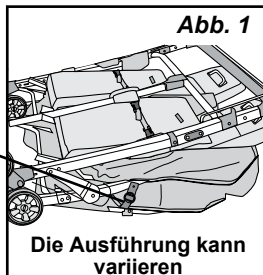
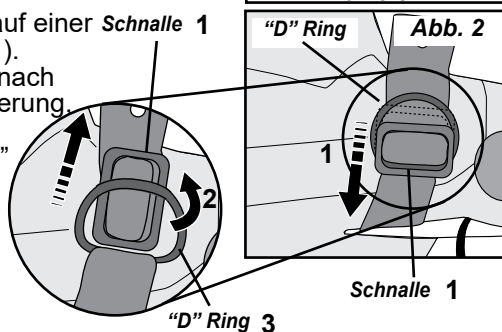

Abb. 1
Abb. 2
1. Richten Sie die Öffnung in der Stange der Hinterachse des Hinterrads mit Achse (B) auf die Öffnungen des Verbindungsgestänges der Hinterachsen (C) aus. Schieben Sie das Hinterrad mit Achse B in das Verbindungsgestänge der Hinterachsen (C) (Abb. 1).
2. Deslice la rueda trasera con el eje (B) hacia dentro hasta que el agujero en la varilla del eje
3. Inserte el tornillo M6 x 34 mm (H) a través del conjunto del tubo del eje trasero (C) y la barra de eje trasero hasta que el tornillo salga por la parte inferior del conjunto del tubo del eje trasero (C) (Fig. 2).
1. Richten Sie die Drehachse des Kinderwagenrahmens auf die Öffnung im Rad aus. Der Feststellhebel des Rads sollte nach oben gerichtet sein. Schieben Sie das Rad auf die Drehachse, bis die Knöpfe mit einem hörbaren und spürbaren Klicken fest eingerastet sind (Abb. 1).
1. Schieben Sie die Armstange . mit dem Pfeil auf der Armstange (E) nach oben Klemme (1) zwischen Stoffsitzeitenbezug und Vorderbein.
2. Schieben Sie die Armstangenklemme (1) auf das Vorderbein und richten Sie die Loch in der Klemme mit dem Bolzen (2) am Arm, an beiden Seiten des Kinderwagens (Abb. 2)
2. Befestigen Sie die Hauptstange des Verdecks (lange Stange), indem Sie das Ende der Hauptstange des Verdecks in den Schlitz der Verdeckhalterung drücken, die sich außen am Griff in der Nähe der Seitenlehne befindet (Abb. 1).
3. Befestigen Sie die hintere Verdeckstange (kurze Stange), indem Sie das Ende der Verdeckstange in den Schlitz der Verdeckhalterung drücken, die sich außen am Griff in der Nähe der Oberseite des Rücksitzes befindet (Abb. 2). Wiederholen Sie die Schritte 2 und 3 zum Befestigen der Verdeckstangen auf der anderen Seite des Kinderwagens.
1. Lösen Sie die Seiten des Verdecks vom Griff des Kinderwagens, indem Sie die Stoff-Klettverschlüsse auseinander ziehen (1) (Abb. 1).
2. Ziehen Sie den hinteren Teil des Verdecks nach oben und aus der Öffnung zwischen dem Griff des Kinderwagens und der Griffhalterung heraus (2).
4. Entfernen Sie die Schrauben, die Halterung und den Verdeckriemen vom Griff (Abb. 2).
Siehe Abbildung 1.
1. Legen Sie den Kinderwagen mit den Vorderrädern und Fußstützen nach unten auf den Boden (Abb. 1).
3. Machen Sie die Sicherheitsarretierung auf einer **Schnalle 1** Seite des Kinderwagens ausfindig (Abb. 1). Drücken Sie den Griff des Kinderwagens nach unten und öffnen Sie die Sicherheitsarretierung, indem Sie die Schnalle nach oben ziehen (1), sie dann drehen (2) und durch den "D" Ring (3) (Abb. 2 und 3) schieben.
2. Drücken Sie den roten Entriegelungshebel nach unten rechts und schieben Sie dann beide Entriegelungsmanschetten der Einklapp-Arretierung an beiden Seiten nach oben in Richtung Schiebegriff zum Entriegeln (Abb. 1).
3. Während Sie die Entriegelung der Einklapp-Arretierungen nach oben halten, drücken Sie den Griff des Kinderwagens nach vorne zum Zusammenlegen (Abb. 1).
4. Sichern Sie den Kinderwagen in der zusammengeklappten Position, indem Sie ihn mit den Vorderrädern und den Fußstützen nach unten auf den Boden legen. Drücken Sie den Griff des Kinderwagens nach unten und schieben Sie die Schnalle an der Sicherheitsarretierung durch den "D" Ring und drehen Sie sie zum Verriegeln herum (Abb. 2).
2. Schnallen Sie das Kind mit dem Sitzgurt an, indem Sie den Schrittgurt zwischen den Beinen des Kindes positionieren und die Schulter- und Hüftgurte über Schultern und Taille legen. Lassen Sie die Zungen der Schnallen in die Schrittgurtschnalle einrasten (Abb. 1).
3. Stellen Sie jeden Gurt richtig ein, indem Sie am freien Ende des Gurtbandes ziehen und die Plastikschnalle entlang des Gurtes bewegen (Abb. 2).
1. Entfernen Sie den Schultergurt auf der Rückseite des Sitzes von der Rückenlehne, richten Sie das obere Ende der Gurtverankerung auf den Schultergurt aus und drücken Sie die Gurtverankerung und den Schultergurt durch den Schlitz in der Rückenlehne (Abb. 1).
2. Befestigen Sie den Schultergurt auf der Vorderseite des Sitzes wieder an der Rückenlehne, führen Sie die Schultergurtverankerung zum Schultergurt, drücken Sie die Gurtverankerung durch den Schlitz in der Rückenlehne auf die gewünschte Höhe. Drehen Sie die Gurtverankerung so, dass sie flach auf der Rückseite des Sitzes liegt (Abb. 2). Wiederholen Sie dies beim gegenüberliegenden Schultergurt.
Schlitz in der Rückenlehne **Abb. 1**
1. So verlängern Sie den Schrittgurt: Schieben Sie die Plastikschnalle auf dem Schrittgurt nach oben (Abb. 2).
2. So verkürzen Sie den Schrittgurt: Schieben Sie die Plastikschnalle auf dem Schrittgurt nach unten (Abb. 2).
1. Ziehen Sie den Einstellhebel (Abb. 1) an der Rückenlehne nach oben.
Schnallen an der Rückenlehne (Abb. 2)
1. Während Sie die Rückenlehne nach oben halten, entriegeln Sie beide Schnallen an der Rückenlehne (Abb. 2).
1. Drücken Sie die Rückenlehne nach oben und nach vorne in die aufrechte Position und schnallen Sie beide Schnallen an der Rückenlehne (Abb. 2) fest.
1. Heben Sie Fußstützen bis zu einer der beiden höheren Positionen hoch, führen Sie die Haltestange nach oben (4) und stellen Sie sie hinter die Haken der Haltestange unter den Fußstützen (Abb. 1).
1. Drücken Sie die Stange der Feststellbremse an der Hinterachse nach unten, bis die Verriegelung einrastet (Abb. 1).